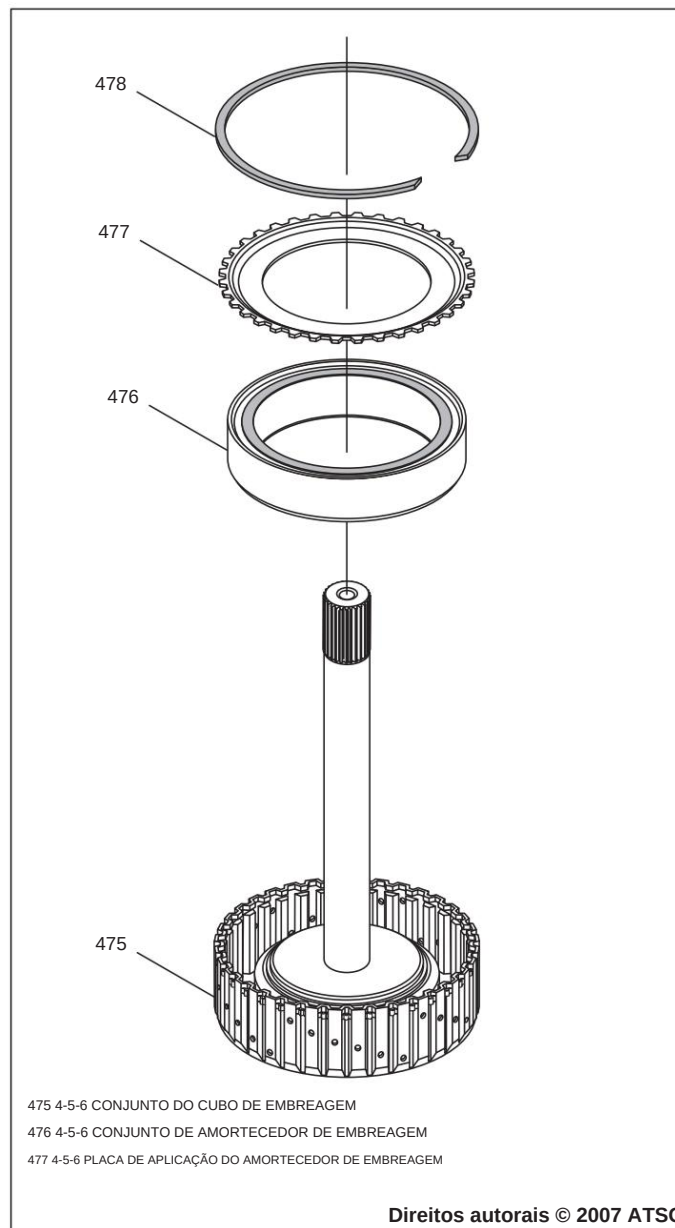

Figura 85
3. Instale o amortecedor 4-5-6 no cubo da embreagem 4-5-6 na direção mostrada na Figura 85, com o lado liso do material do amortecedor voltado para cima.
4. Instale a placa de aplicação do amortecedor na direção mostrada na Figura 85.
5. Instale o anel elástico do amortecedor da embreagem 4-5-6, conforme mostrado na Figura 85, e certifique-se de que o anel elástico esteja totalmente assentado.